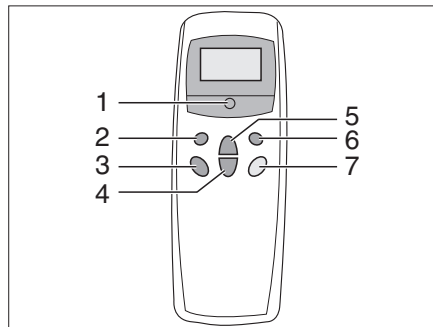

Fig. 195 Télécommande
La climatisation est montée sur le toit du véhicule. La télécommande (Fig. 195) pour la climatisation se trouve dans le coin cuisine.
- Enclencher la télécommande avec l'interrupteur (Fig. 195,5).
- Régler le mode de fonctionnement désiré avec la touche (Fig. 195,1).
- Si nécessaire, régler avec les touches (Fig. 195,3 et 4) la puissance du ventilateur et la température ambiante désirées.
- Pour la mise hors service, appuyer à nouveau sur la touche (Fig. 195,5) de la télécommande.